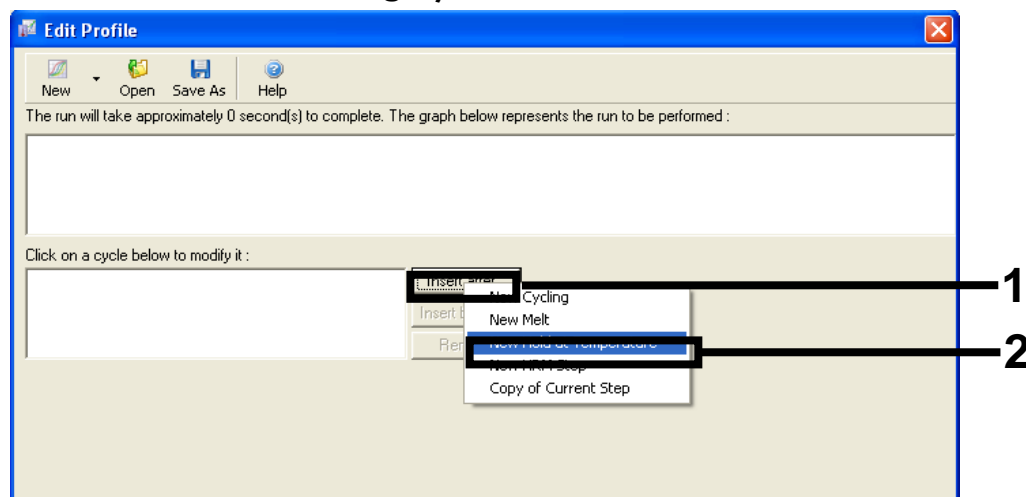

Abbildung 4. Erster Inkubationsschritt bei 95 °C
| Erste Aktivierung des „Hot-Start“-Enzyms | Abbildung 4 |
7. Klicken Sie auf die Schaltfläche „Insert after“ (Einfügen nach) und wählen Sie die Option *New Hold at Temperature* (Neue Temperatur halten, siehe Abbildung 4).